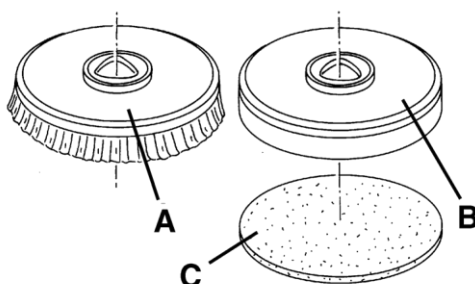

Рис. 3
1. В зависимости от типа планируемой очистки машину можно оснастить либо щетками (А, Рис. 3), либо держателями прокладок с прокладками (С) вместе с соответствующей платформой.
3. Переведите регулятор скорости (4) в положение холостого хода, повернув его против часовой стрелки.
4. Установите щетки (А) или держатели прокладок (В) под платформой (18).
5. Опустите платформу на щетки/держатели прокладок, нажав переключатель (61).
6. Надавите вперед рычаг (3), чтобы войти в зацепление с щетками/держателями прокладок, затем отпустите его. При необходимости повторяйте процедуру до тех пор, пока щетки/штативы подкладки не запустятся.